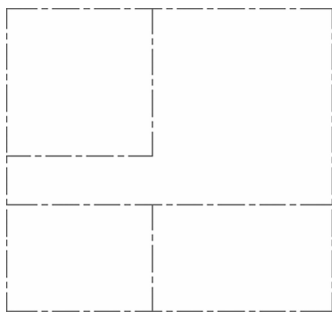

图 2-13 绘制轴线网
(1)绘制轴线网。选择“轴线”图层,绘制轴线网,如图 2-13 所示。